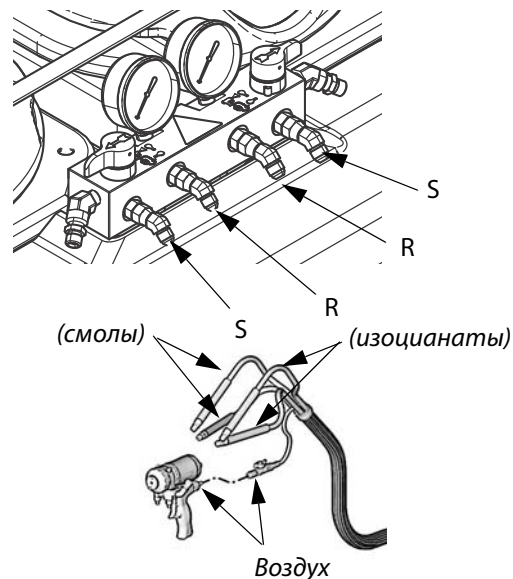

Рис. 5
1. Подключите шланги подачи жидкости к выпускным соединениям шлангов (R, Рис. 5). Красные шланги предназначены для изоцианатов, синие – для смол. Фитинги исполнены в разных размерах, что исключает возможность неправильного подсоединения. Подключите другие концы шлангов ко впускным отверстиям для изоцианатов и смол в пистолете.